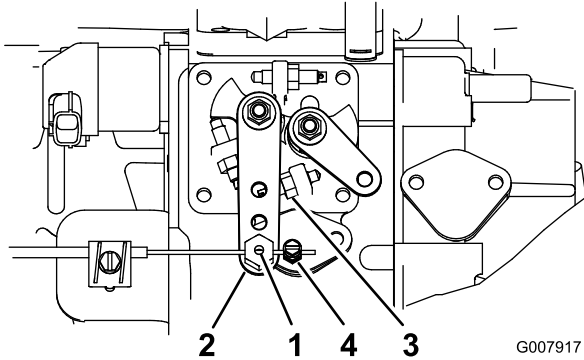

Figura 58
2. Afloje el conector del cable del acelerador, en el cable del acelerador, junto a la palanca de la bomba de inyección (Figura 58).
3. Sujete la palanca de la bomba de inyección contra el tope de ralentí alto (Figura 58).